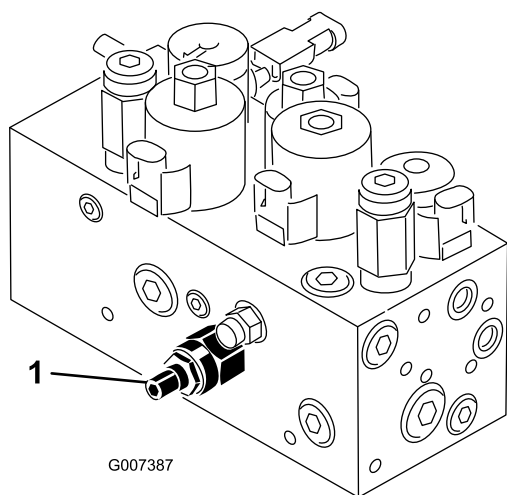

Figura 55
Il circuito di sollevamento/abbassamento degli apparati di taglio della macchina è dotato di una valvola di regolazione del flusso (Figura 55). Questa valvola viene prerregolata in fabbrica, ma è talvolta necessario regolarla per compensare i dislivelli delle temperature dell'olio idraulico, delle velocità di tosatura, ecc. Se necessario, regolate come segue:
1. Alzate il sedile e individuate la valvola di regolazione del flusso per il telaio di trazione centrale (Figura 55), situata accanto al collettore idraulico.